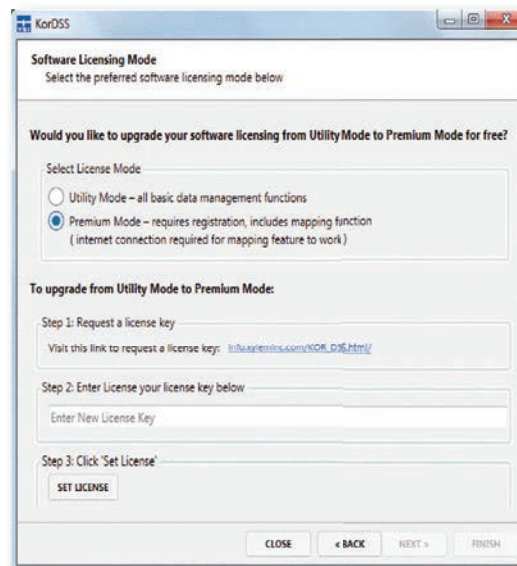

Abbildung 85 Software-Lizenzvereinbarung Modusbildschirm
2. Wählen Sie im Bildschirm für den Software-Lizenzierungsmodus **Premium Mode (Premium-Modus)** aus, wenn Sie Probenentnahmestandorte auf einer Landkarte anschauen möchten (Internetverbindung erforderlich) (Abbildung 85). Sie können ein kostenloses Upgrade zum Premium Mode anfordern. Klicken Sie dafür auf den Link, registrieren Sie Ihr ProDSS und verwenden Sie den Code, den Sie per E-Mail erhalten haben. Sie können jederzeit ein Upgrade zum Premium Mode anfordern, indem Sie in KorDSS die Registerkarte File (Datei) aufrufen.